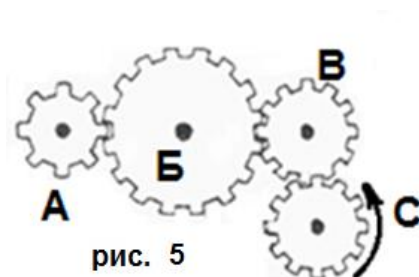

рис. 5
16) На рис. 5 отмечено в какую сторону крутится шестеренка С. Нарисуйте стрелочками в какую сторону будут крутиться другие шестеренки